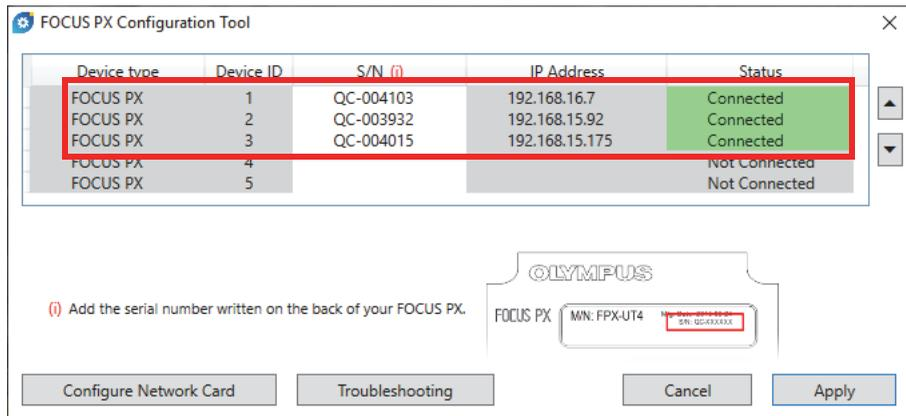

Figura 1-20 Configuration Tool del FOCUS PX (3 dispositivi)
6. Se si usa più di un'unità FOCUS PX ripetere la procedura di inserimento del numero seriale nel dispositivo successivo (vedi Figura 1-20 a pagina 39). Assicurarsi che l'ordine delle unità sia lo stesso del collegamento di sincronizzazione (vedi sezione "Collegamento di un FOCUS PX a un computer e configurazione dei parametri di collegamento" a pagina 23).